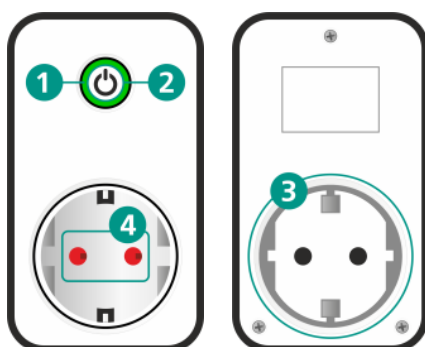

Рисунок 2.1 – Внешний вид розетки
2. С помощью индикации на розетке. Для этого дважды нажмите на функциональную кнопку (2, рисунок 2.1) и посмотрите на индикатор розетки. Соответствие уровня связи и индикации представлено в таблице 8.1.